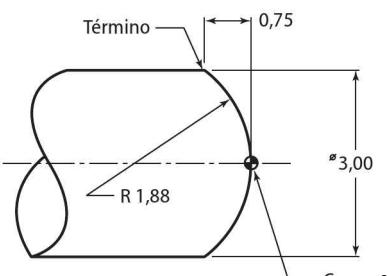

Figura 6-15 Questão 3 – Escreva o comando para o método do raio.
- Veja a Figura 6-15. Escreva um comando de arco em IJK para este trabalho em torno utilizando coordenadas em valores absolutos. Agora, escreva o comando de arco para o raio.